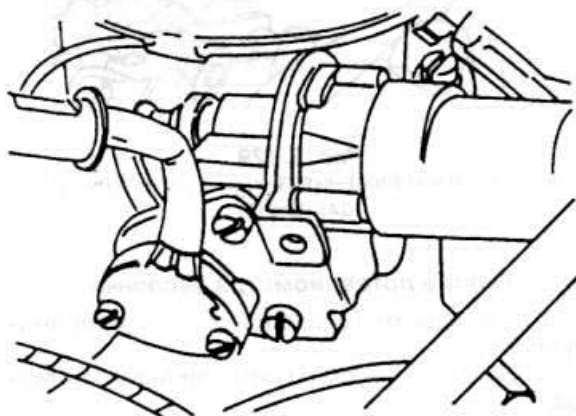

Рис. 2.125
- ♦ Выньте электрический разъем из двигателя и потенциометра регулировки заслонки (рис. 2.125).